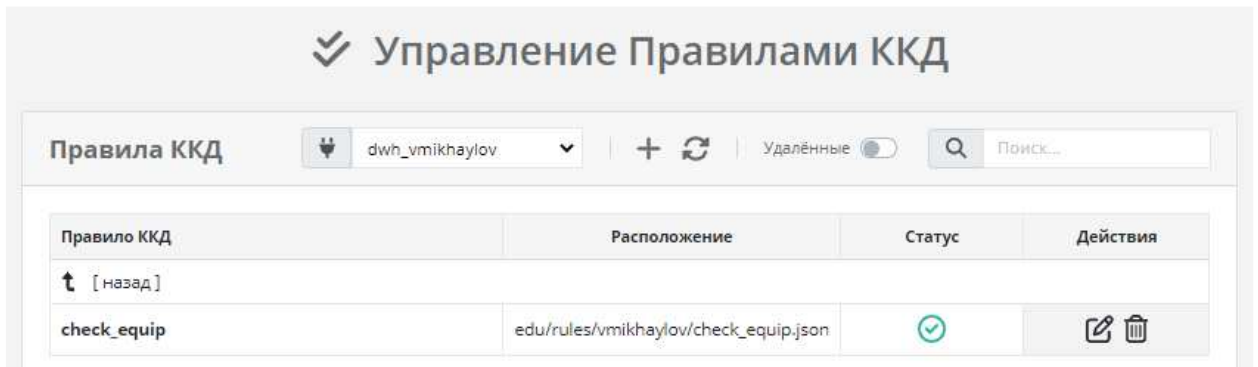

Рисунок 89. Добавленное правило в списке правил
8) После настройки для сохранения нового правила необходимо нажать кнопку «Создать». Добавленное правило должно появиться в отобразившемся списке (Рисунок 89). В последующем пользователь в этом списке сможет его отредактировать или даже удалить, т. к. на все созданные пользователем в POLYHUB объекты ему автоматически выдаются все разрешения, как их владельцу. Запустить созданное правило можно через Polyflow, в котором пользователь его и создал с помощью POLYHUB.